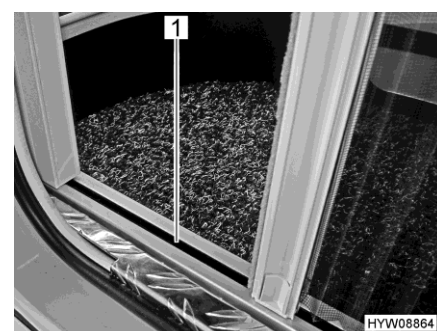

Bild 33 Insektsskydd (nedre ledning)
- ▷ Ta tag i listen med båda händer när du stänger och öppnar. Det minskar risken att insektsskyddet låser sig i ledningarna (Bild 33,1).